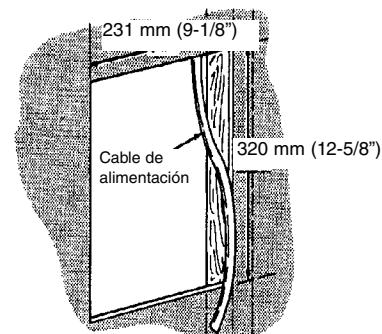

Figura 3
2. Marque y corte cuidadosamente en la pared o cielorraso un agujero con una medida de 231 mm (9-1/8") de ancho por 320 mm (12-5/8") de alto, con un lado del agujero a lo largo del borde de un travesaño de pared o viga de techo. Vea la Figura 3.